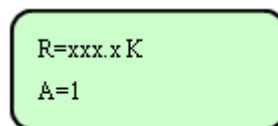

图 2-9
④按上面提示打开WDZJ-3多路电极转换器的电源开关。当电源指示灯闪烁完毕后，按主机 $\boxed{\text{确认}}$ 键，进入扫描测量。屏幕显示：(如图2-9)